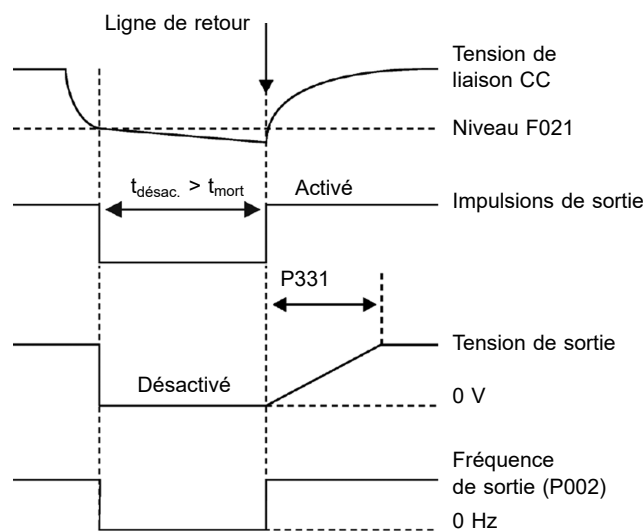

FIGURE 8.7 : Actionnement de la fonction Ride-through
- **Fonction Ride-through (RT) :** La fonction Ride-through désactivera les impulsions de sortie de l'onduleur (IGBT) dès que la tension d'alimentation chute sous la valeur de sous-tension. Un défaut dû à une sous-tension (F021) ne se produit pas et la tension de liaison CC baisse lentement jusqu'à ce que la tension d'alimentation revienne. Si la tension d'alimentation met trop longtemps à revenir (plus de 2 secondes), alors l'onduleur peut indiquer F021 (sous-tension sur la liaison CC). Si la tension d'alimentation revient avant cela, alors l'onduleur réactive les impulsions, imposant instantanément la référence de fréquence (comme dans la fonction d'amorçage instantané) et faisant une rampe de tension avec la durée définie dans P331. Voir Figure 8.7 à la page 8-11.